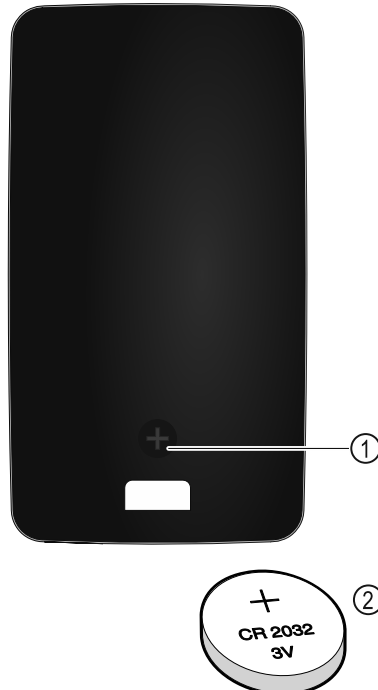

Fig. 141
Die Stromversorgung der Fernsteuerung erfolgt über eine Batterie des Typs CR 2032 mit 3V Fig. 141 (2), welche im Fachhandel erhältlich ist.
- ▶ Schraube Fig. 141 (1) auf Rückseite der Fernbedienung herausdrehen.